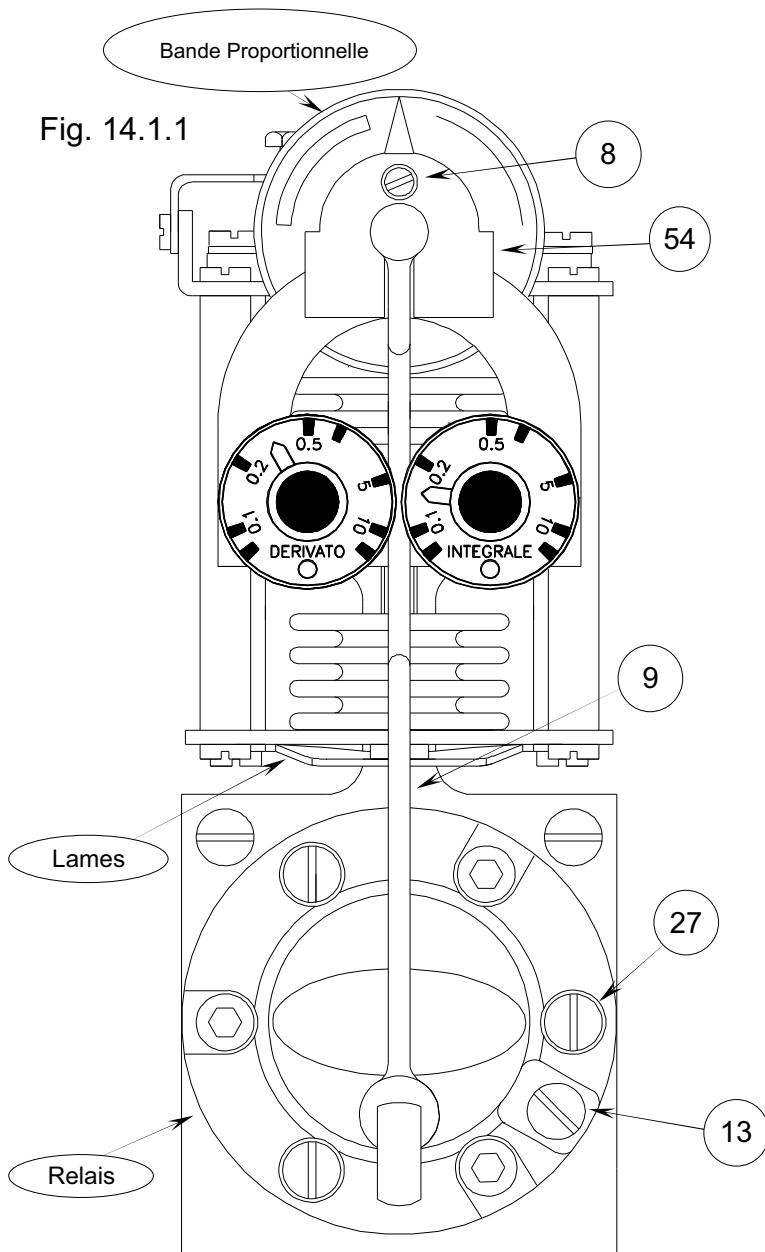
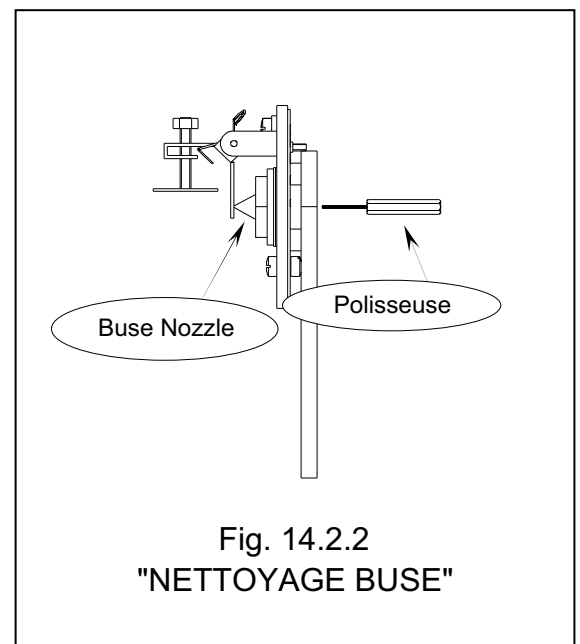
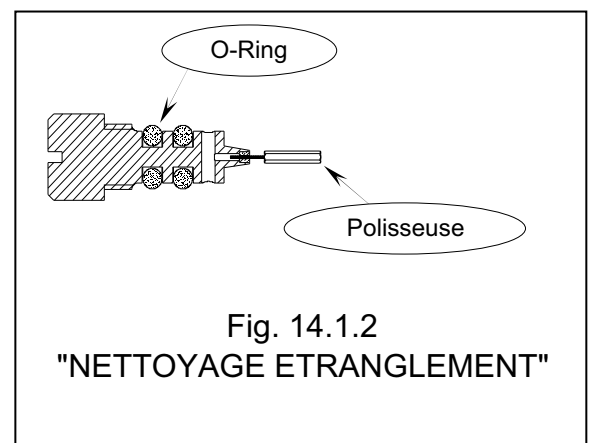

Fig. 14.1.1
Fig. 14.2.2
Fig. 14.1.2
Enlever la vis (13) Fig. 14.1.1 et nettoyer, comme dans la Fig.14.1.2, au moyen de la polisseuse placée sur le couvercle à l'intérieur de l'instrument. Dans le cas où l'étranglement serait particulièrement obturé, l'opération de nettoyage pourrait être intégrée d'un bain de trichloréthylène et ensuite d'une soufflure d'air comprimé. Avant de remonter la vis (13), graisser les O-Ring d'étanchéité avec une pellicule de graisse au silicone.
Enlever la vis (8) Fig. 14.1.1, le petit cadran (54), le tuyau (9) et nettoyer, comme dans la Fig. 14.2.2, avec la polisseuse placée sur le couvercle à l'intérieur de l'instrument. Pendant cette opération, tenir le flapper éloigné de la buse, pour éviter de le rayer. Avant de remonter le tuyau (9), graisser l'O-Ring d'étanchéité avec une pellicule de graisse au silicone.